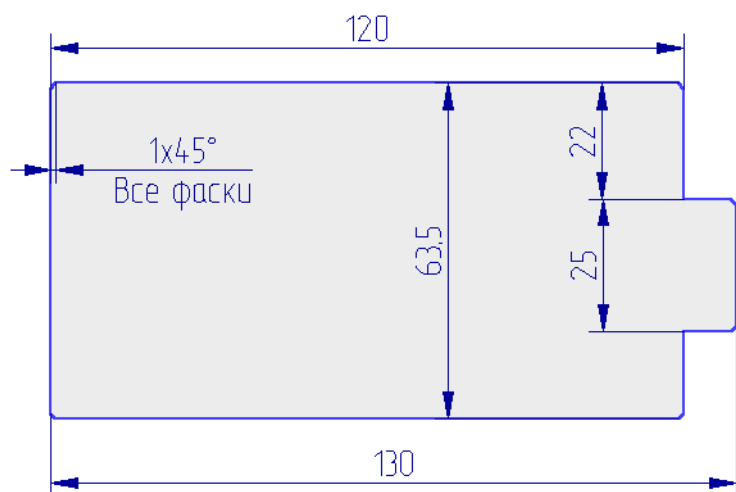

Рис. 9-6. Плата для проекта
- В редакторе РСВ начертите контур печатной платы, показанной на рис. 9-6
8) Последовательно перемещая курсор в точки излома контура платы (см. рис. 9-6) отмечайте их щелчком левой кнопкой мыши.